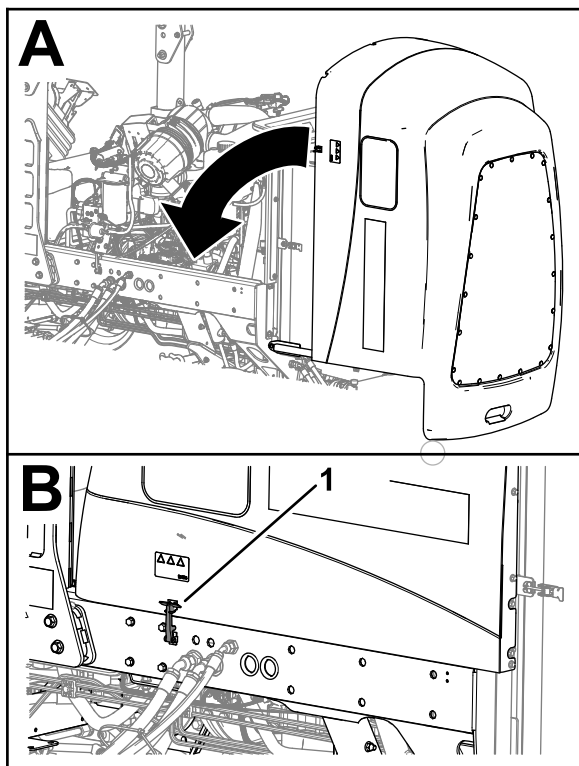

Figura 105
1. Rotii cu atenție capota pentru a o închide (Figura 105).